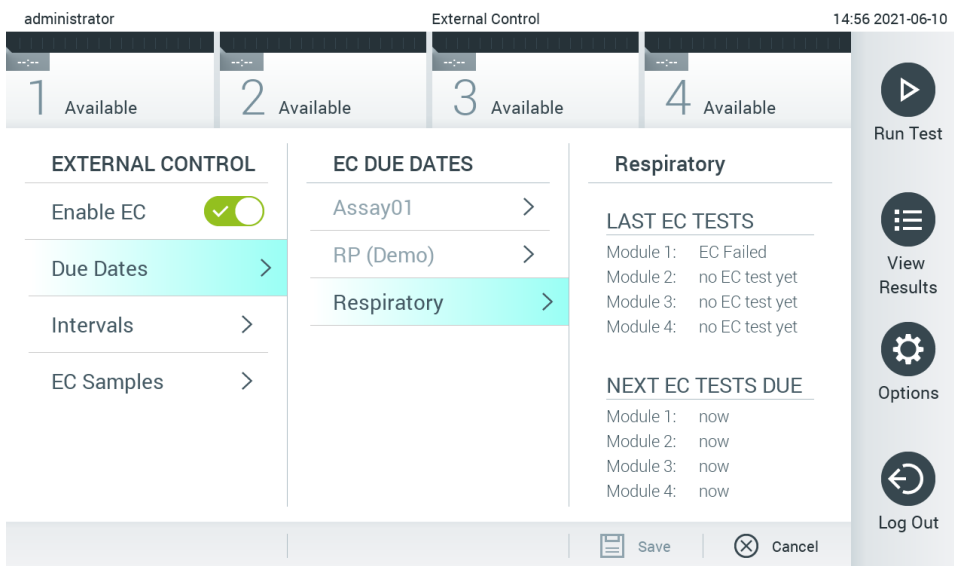

Figura 51. O ecrã External Control Due Dates (Datas de conclusão do controlo externo).
3. Seleccione **Due Dates** (Datas de conclusão) e, em seguida, um ensaio da lista para ver quando foi realizado o último teste de controlo externo por ensaio e módulo analítico, e quando deve ser realizado o próximo teste de controlo externo (Figura 51).